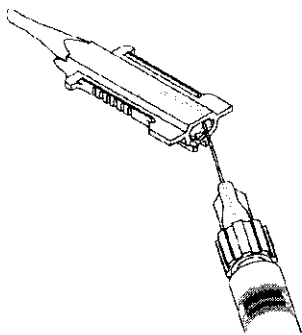

Figura 3
3. Utilizar agente viscoelástico (VISCOAT® Producto Visco-Quirúrgico Oftálmico u otro agente viscoelástico cualificado por Alcon) previamente calentado a temperatura ambiente para rellenar el cartucho, según se muestra en la Figura 3, inmediatamente antes de cargar e inyectar la lente. Ver Figura 3